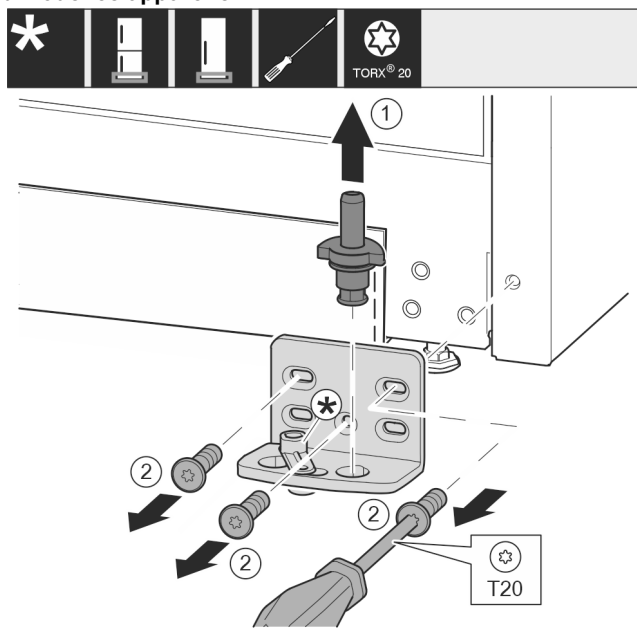

Fig. 10
- ▶ Sortir complètement l'axe de palier par le haut. Fig. 10 (1)
- ▶ Desserrer les vis avec le tournevis T20 et enlever le support de palier. Fig. 10 (2)